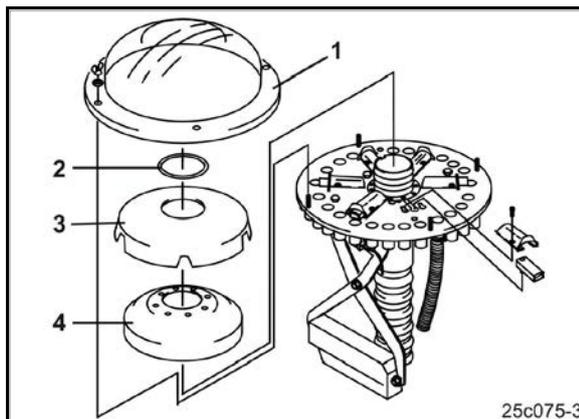

Fig. 135
6. Défaites le filtre à huile (Fig. 135/1) avec les 3 vis et remplacez la cartouche du filtre à huile.
1. Déposez le capot extérieur du distributeur (Fig. 135/1).
2. Déposez la bague (Fig. 135/2).
3. Déposez le capot intérieur du distributeur (Fig. 135/3).
4. Déposez la garniture en mousse (Fig. 135/4).